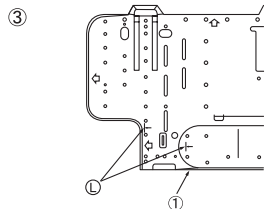
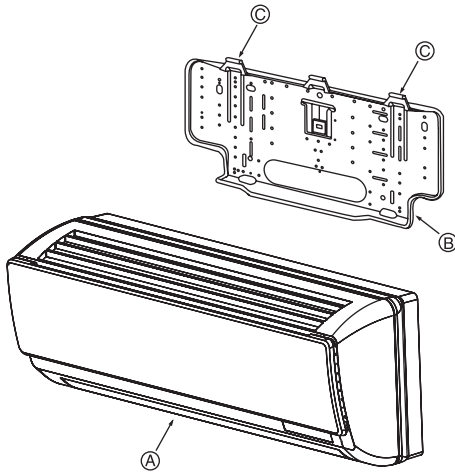

Fig. 3-7
Fig. 3-8
③ Если труба с раструбом должна быть укреплена на стене заранее: (Fig. 3-7)
- ① Настенный кронштейн
3.3. Установка прибора на стене (Fig. 3-8)
- ① Надежно поместите детали для навешивания внутреннего прибора над захватами настенного кронштейна.
- ② Когда прокладка труб будет закончена, закрепите внутренний прибор на настенном кронштейне с помощью фиксирующих винтов.